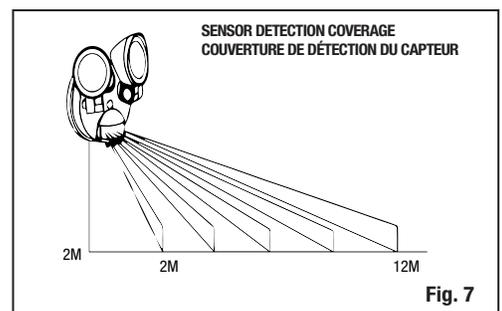

Fig. 7
- **SENS:** adjusts the detection coverage of the motion sensor from approximately 0.6 to 3.6ft (2 to 12m) as shown in Fig. 7 (default sensitivity: max).
- **SENS :** permet de régler la portée de détection du capteur de mouvement de 0,6 à 3,6 pi environ (2 à 12 m), comme le montré sur la Fig. 7 (sensibilité par défaut : max).